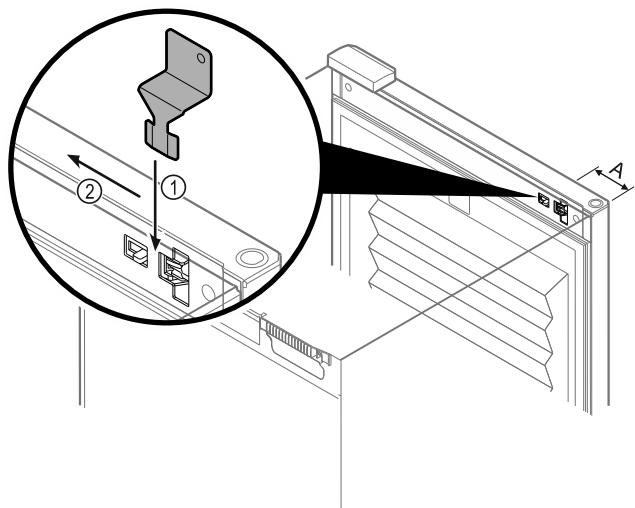

Fig. 101
- ▶ 将紧急解锁钥匙放置在指定位置 Fig. 101 (A)  $\approx$  100 mm。
- ▶ 将紧急解锁钥匙 Fig. 101 (1) 从门与冰箱主体之间的上方插到底。
- ▶ 向铰链方向拉动紧急解锁钥匙。 Fig. 101 (2)